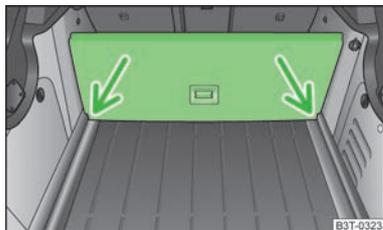

Fig. 71
- Levante a parte com o suporte e encaixe-a nas ranhuras identificadas com setas, para a fixar » Fig. 71.